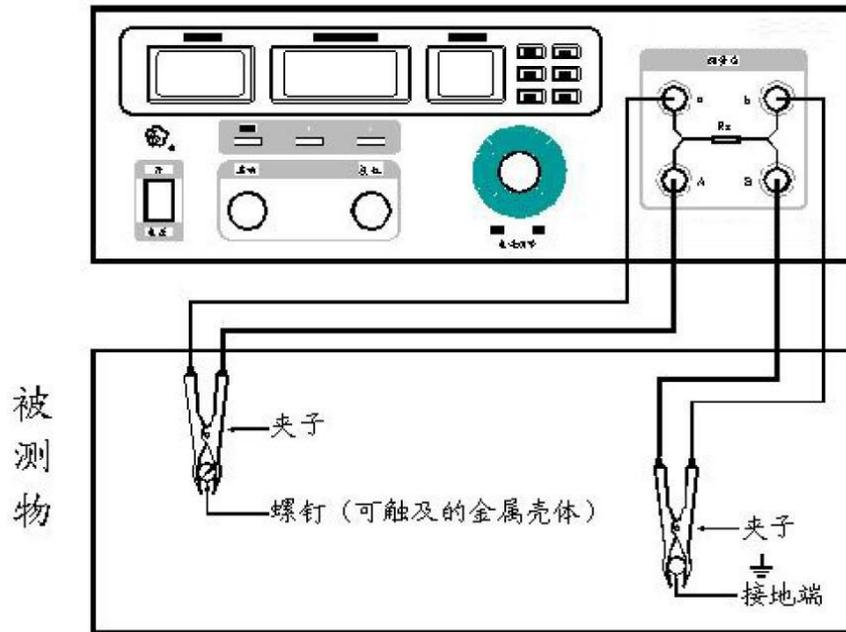
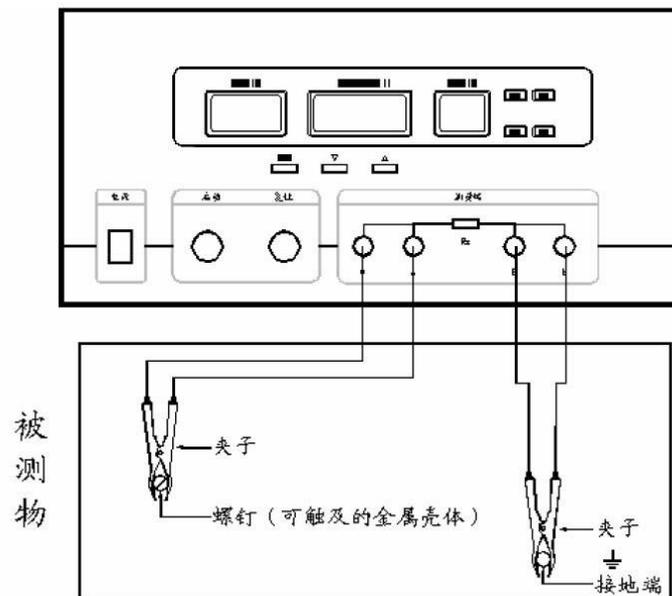

图 4 TD2676 接线图
图 5 TD2676A 接线图
5.3.2 按图4或图5正确接线。将一副（二组）测试线，红线组中粗、细测量棒一端分别插入测试仪“A”、“a”测量端上（粗线对“A”，细线对“a”）；黑线组中粗、细测量棒一端分别插入测量仪“B”、“b”测量端上（粗线对“B”，细线对“b”），测量线另一端的夹子分别接被测设备保护可触及的金属壳体和接地端。